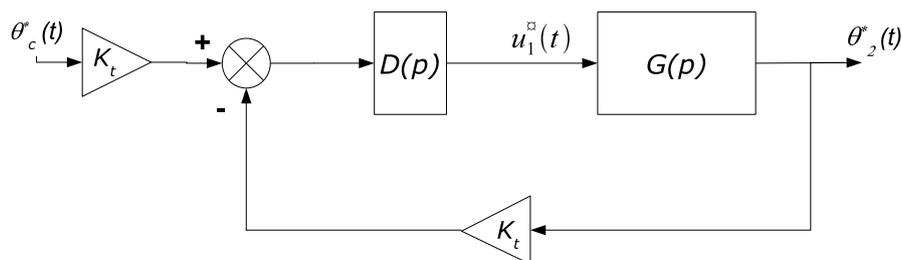

FIGURE 1.6 – Schéma-blocs de l'asservissement
On réalise l'asservissement de température du procédé comme indiqué sur le schéma-blocs de la figure 1.6 avec une correction intégrale pure : $D(p) = \frac{K}{p}$
On considère l'asservissement de la figure 1.6. On suppose maintenant qu'une perturbation de température s'exerce sur le système. Dans cette section, le correcteur $D(p)$ pourra être un correcteur proportionnel de gain K ou le correcteur intégral étudié dans la section 1.3.
1. Modifier le schéma-blocs de la figure 1.6 pour faire apparaître une perturbation de température $\omega(t)$ juste après la sortie du bloc $G(p)$.